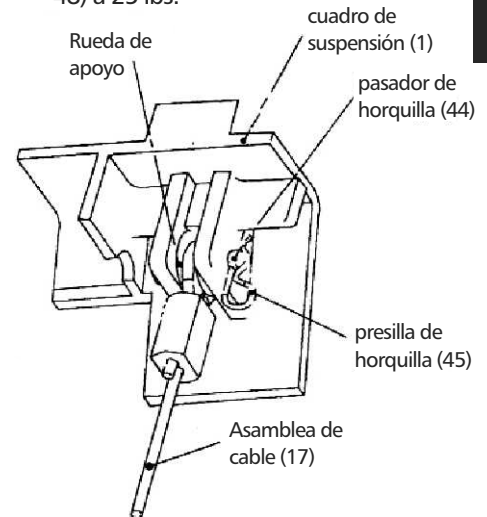

Figura 5B
- a. Coloque el extremo del anillo de la nueva cable, junto con la rueda de apoyo, en la ranura del marco de suspensión. Ver Figura 5B.